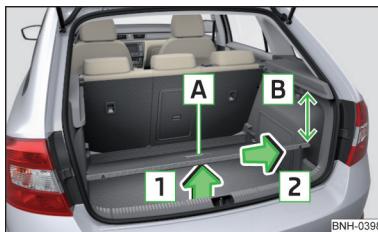

Fig. 98
- Ridicați podeaua variabilă de mânerul **A** în sensul săgeții **1**, astfel încât zona din spate a acesteia să se afle la aproximativ 15 cm **B** sub marginea măștii » fig. 98.
- Prindeți podeaua variabilă de mânerul **A** » fig. 98.
La scoaterea/introducerea podelei variabile, se va respecta distanța de 15 cm **B** » fig. 98 față de marginea măștii - nerespectarea ei poate duce la deteriorarea garniturii capotei portbagajului.